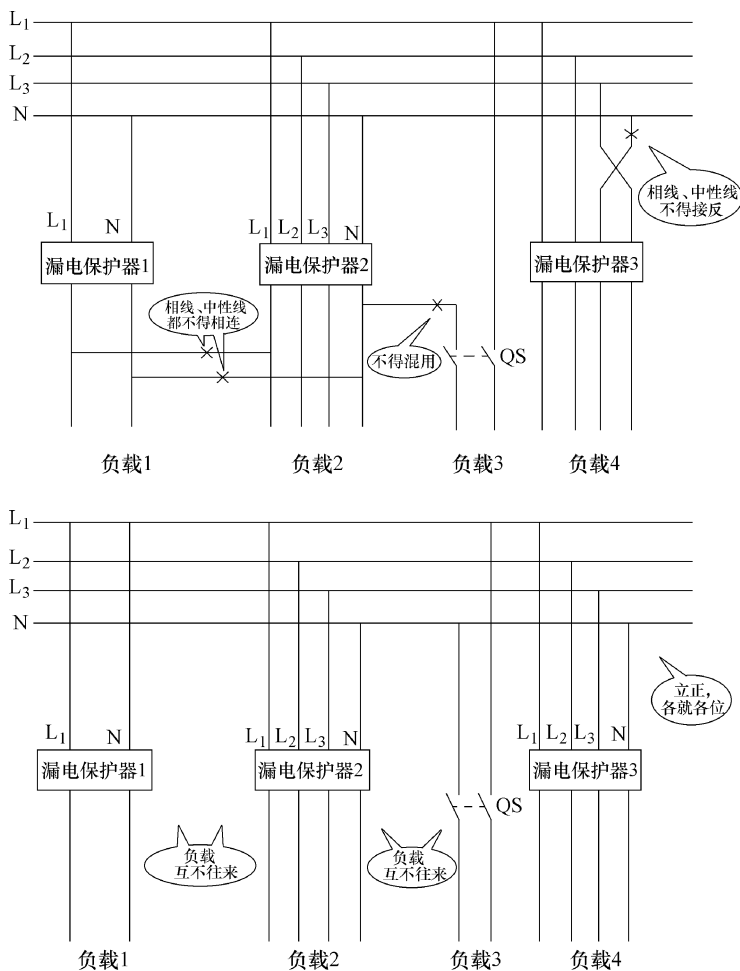

图 1-55 经过漏电保护器的相线、中性线不得与相邻回路相互混用
5) 装在单相线路的两极漏电保护器, 应将中性线和相线接入漏电保护器; 装在三相四线线路上的四极漏电保护器, 不管负载侧中性线是否使用, 也应将三根相线 and 中性线一块接入, 以便试验其性能。经过漏电保护器的负载, 不得与未经该漏电保护器的相线、中性线有电气连接, 各漏电保护器相线、中性线也不得相互连接、混用或跨接, 相线与中性线不得接反, 否则会造成漏电保护器误动。如图 1-55 所示。